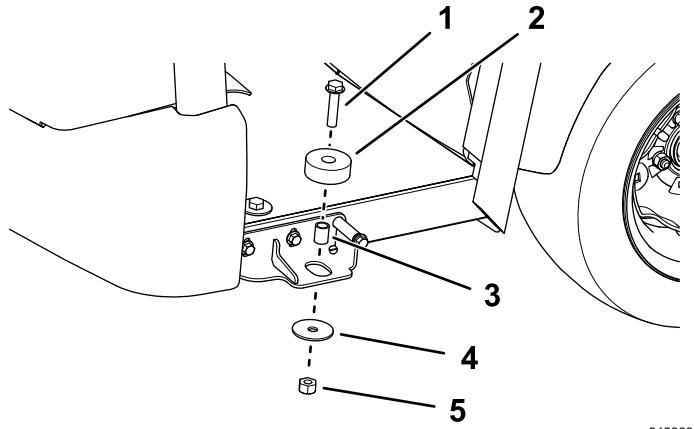

**Bild 27**
- Befestigen Sie die vordere Kabinenbefestigungshalterungen mit einer Sechskantschraube (7/16"), Druckscheibe und Sicherungsmutter (½") an jeder Seite (Bild 27).